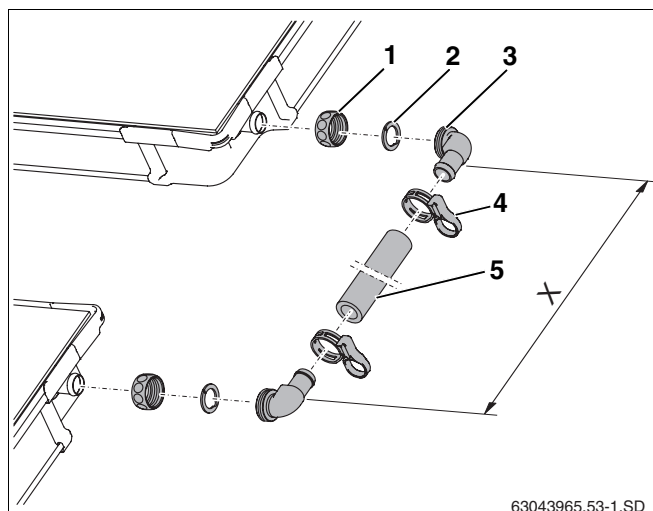

Fig. 41 Conjunto de ligação entre duas filas de colectores
- ▶ Inserir a porca (fig. 41, **item 1**) sobre as ligações do colector.
- ▶ Colocar a anilha de aperto (fig. 41, **item 2**) atrás do reforço da ligação do colector e apertar.
- ▶ Apertar e alinhar o terminal angular com o O-Ring (fig. 41, **item 3**) à ligação, e aparafusar com a porca.
- ▶ Medir a distância entre os terminais angulares (medida X) nos colectores montados e cortar a mangueira (fig. 41, **item 5**) com a dimensão correspondente.
- ▶ Inserir a mangueira solar nos terminais angulares e apertar com braçadeiras de mola (fig. 41, **item 4**).